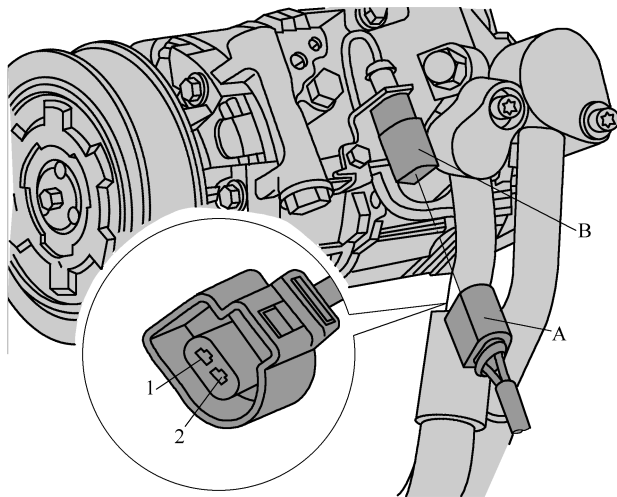

图 8-3-2 将插接器 A 从空调压缩机调节阀 N280 的对应插接器 B 上拔下
(1) 关闭点火开关。
(2) 拆下隔音垫。
(3) 标记好插接器 A。
(4) 如图 8-3-2 所示,将插接器 A 从空调压缩机调节阀 N280 的对应插接器 B 上拔下。
(5) 用测量辅助套件 V. A. G1594 C 中的适配导线在空调压缩机调节阀 N280 的插接器 A 和插接器 B 之间重新连接。
子 2 上, 将测量导线(屏蔽、接地)连接到插接器 A 的端子 1 上, 如图 8-3-2 所示。